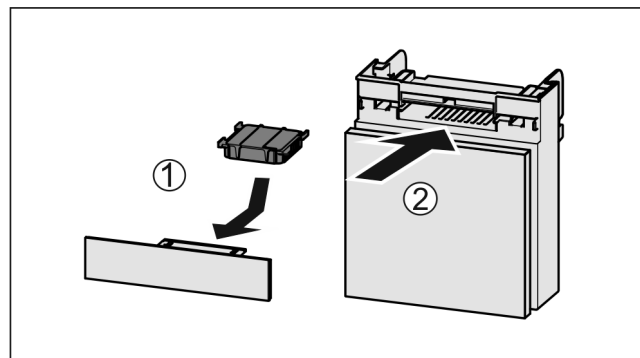

Fig. 66
- ▶ Aktivkohlefilter nach Abbildung einsetzen Fig. 66 (1).
- ▶ Fach einschieben Fig. 66 (2).